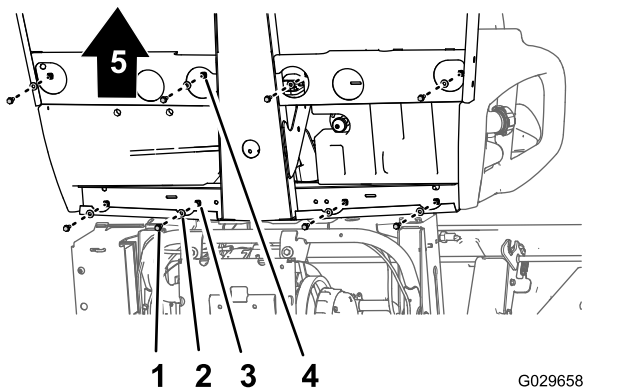
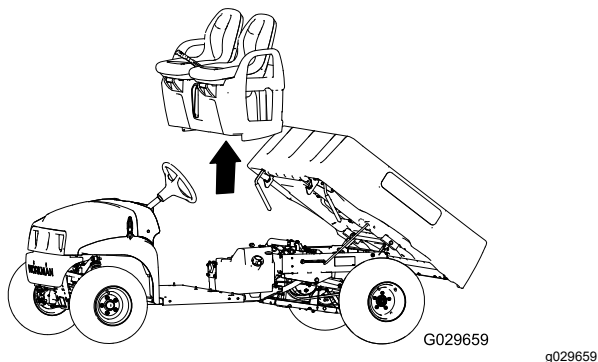

Figura 41
Figura 42
1. Sulla parte inferiore della macchina, rimuovete gli 8 bulloni a testa flangiata e le 8 rondelle che fissano la base del sedile al pianale e al canale posteriore della cabina (Figura 41).
2. Sollevate con cautela i sedili, la base dei sedili e i cavi del freno di stazionamento dalla macchina (Figura 41).
1. Sollevate i sedili e la relativa base sulla macchina e allineate i cavi del freno al telaio (Figura 41 e Figura 42).
2. Allineate i fori nella base del sedile con i fori nel pianale e nel canale posteriore della cabina (Figura 41 e Figura 42).